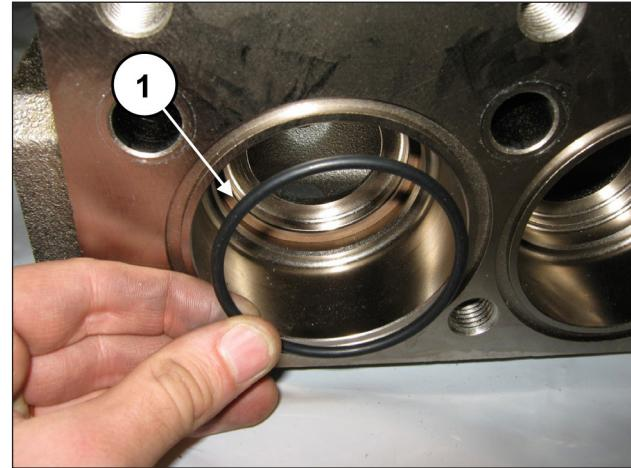

Fig. 150
Placer le joint torique, rep. vue éclatée n° 7 (rep. ①, Fig. 150).